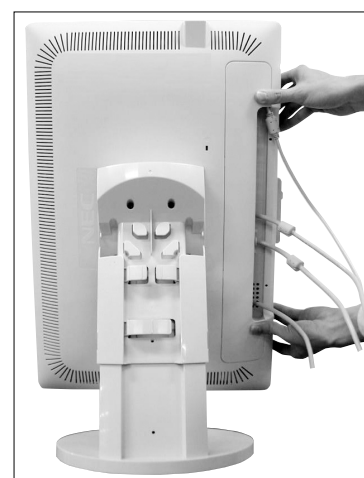

Figura C.5
7. Coloque la cubierta de conectores en el compartimento posterior (**figura C.5**).